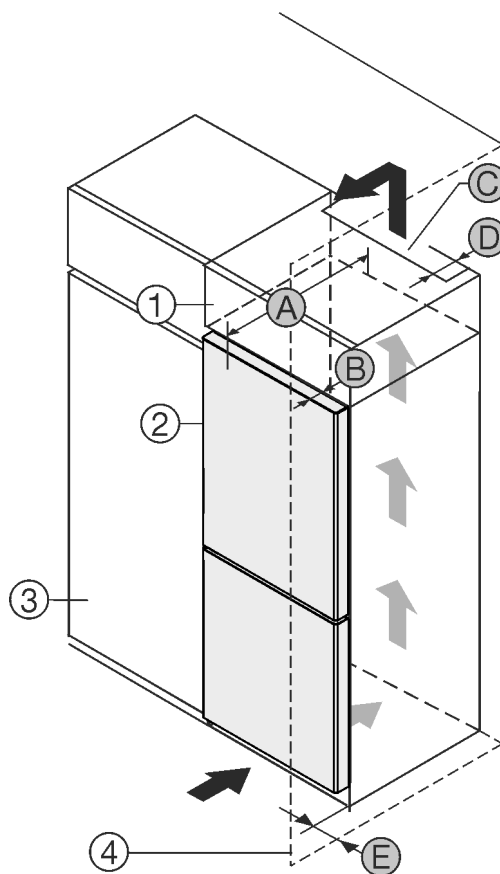

Fig. 1
- (1) Dollapi i montimit
- (2) Pajisja
- (3) Dollapi i kuzhinës
- (4) Muri
- (A) Thellësia e pajisjes
- (B) Thellësia e derës
- (C) Seksioni tërthor i ajrit
- (D) Distanca nga faqja e pasme e pajisjes
- (E) Distanca nga pjesa anësore e pajisjes
Ju mund ta instaloni pajisjen direkt ngjitur me dollapin e kuzhinës Fig. 1 (3).
Në faqen e pasme të dollapit së montimit duhet të ketë një hapësirë ajrimi me thellësi Fig. 1 (D) në të gjithë gjerësinë e dollapit të montimit.
Nën mbulesën e hapësirës duhet respektuar seksioni tërthor i qarkullimit të ajrit Fig. 1 (C).
Nëse instaloni pajisjen me mentesha pranë një muri Fig. 1 (4), atëherë duhet që distanca midis pajisjes dhe murit të jetë të paktën 13 mm .
Nëse instaloni pajisjen me mentesha pranë një muri Fig. 1 (4), atëherë duhet që distanca midis pajisjes dhe murit të jetë të paktën 20 mm .
Në mënyrë që dera të mund të hapet plotësisht, duhet që pajisja të dalë jashtë përpara kanatit të dollapit të kuzhinës sa thellësia e derës Fig. 1 (B). Në varësi nga thellësia e dollapëve të kuzhinës Fig. 1 (3) dhe përdorimi i ruajtësve të distancës nga muri, pajisja mund të dalë më shumë përpara dollapit.